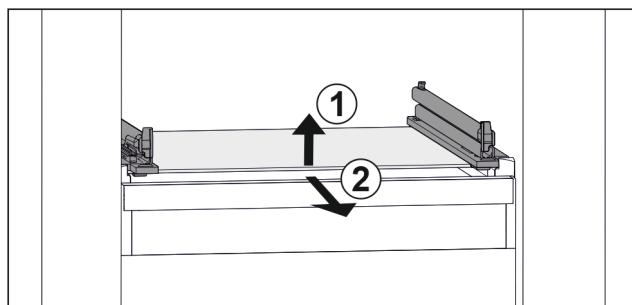

Fig. 111 Simbolična slika steklene plošče
- Stekleno ploščo dvignite v smeri naprej. Fig. 111 (1)
- Stekleno ploščo odstranite v smeri naprej. Fig. 111 (2)